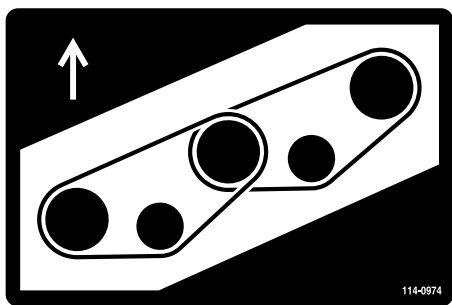
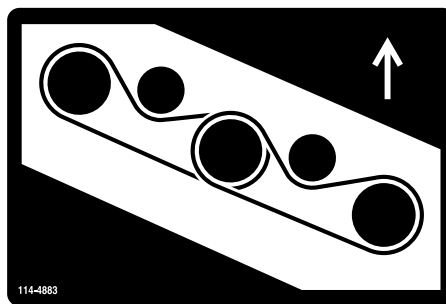

Рисунок 125
Рисунок 126
7. Обведите новый ремень вокруг шкивов шпинделей и узла натяжного ролика (Рисунок 125 и Рисунок 126).